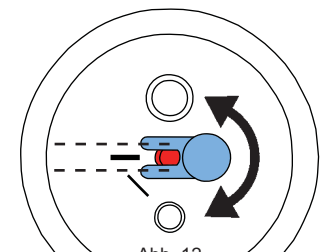

Abb. 12
- Bei Strahlraum 25-70µm muß die Dosierdüse ausgerichtet werden (Abb.12)!